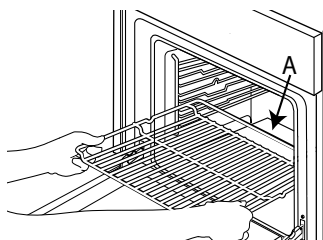

Fig. 1
1. Sæt risten i vandret, med den hævede del "A" vendt opad (fig. 1).